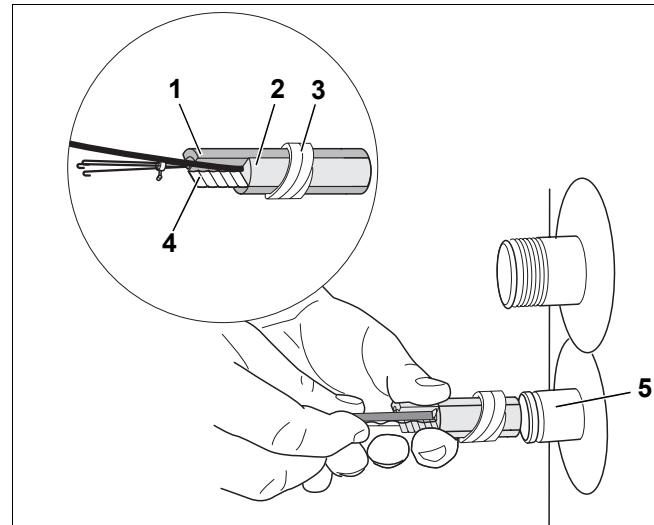

Рис. 7 Монтаж датчика температуры емкостного водонагревателя
- Комплект с датчиком (рис. 7, поз. 1 – 4) вставить до упора в приварную гильзу (рис. 7, поз. 5). При этом пластмассовая спираль (рис. 7, поз. 3), прижимающая датчик, автоматически сдвигается назад.
Компенсационная пружина (рис. 7, поз. 4) создает контакт между гильзой и поверхностью датчика, что обеспечивает надежную передачу температуры.